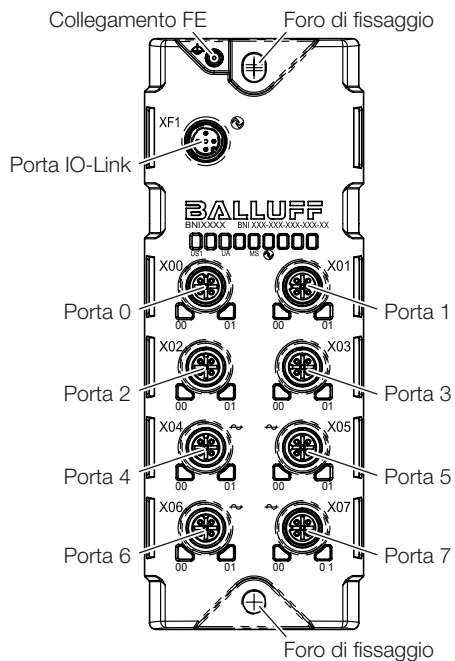

Fig. 4-2: Panoramica dell'apparecchio
- Fissare il modulo con 2 viti M6 e coppia di serraggio di 3 Nm, utilizzando gli appositi fori (vedere Fig. 4-2 a pag. 8).